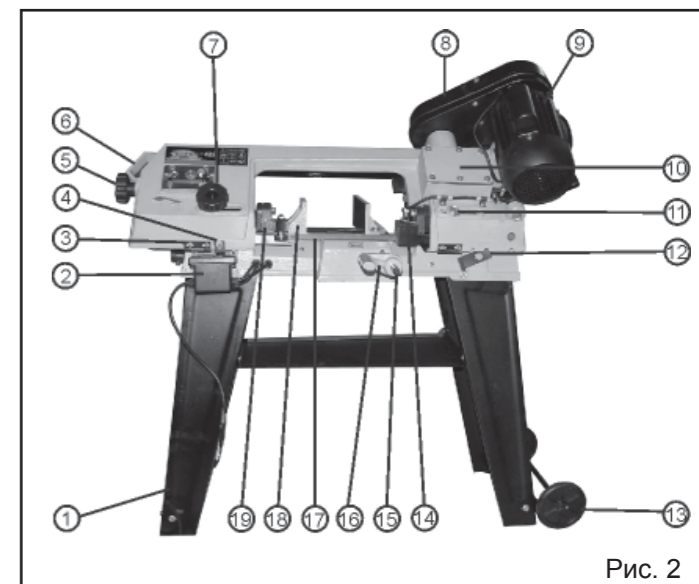
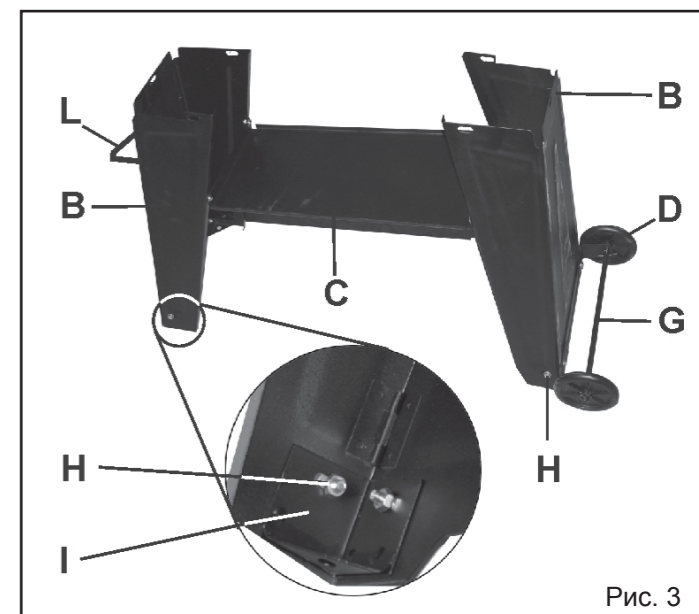

Рис. 2
Рис. 3
## 7. УСТРОЙСТВО ЛЕНТОЧНОЙ ПИЛЫ (Рис. 2)
8.1.2. Используя детали поставки: стойка (В) – 2шт., поддон (С), ролик (D) – 2шт., балка (G), опора (I) – 4шт., ручка стойки (L) и детали крепления (H) Рис.1 собрать, как показано на Рис.3 основание. Ролики (D) и ручка стойки (L) – зафиксировать шплинтами.
8.2.1. Ленточную пилу (А) установить и используя болтовые соединения деталей крепления (H) Рис.1, закрепить на основании (1) Рис.2.
8.2.2. Для повышенной устойчивости, через специальные отверстия (в опорах I Рис.3) в нижней части основания (1) Рис.2, ленточную пилу рекомендуется закрепить анкерным соединением к поверхности пола.
## 8.3. Установка подвижного упора (рис.2)
8.3.1. В специальное отверстие станины ленточной пилы установить и закрепить ось упора (15), на оси упора установить и закрепить упор (16) Рис.2.
9.1.4. По окончании выполнения пунктов 9.1.1 – 9.1.3 закрыть кожух привода (8) в противном случае Вы не сможете включить ленточную пилу т.к. кожух привода (8) оборудован конечным выключателем Рис.2.